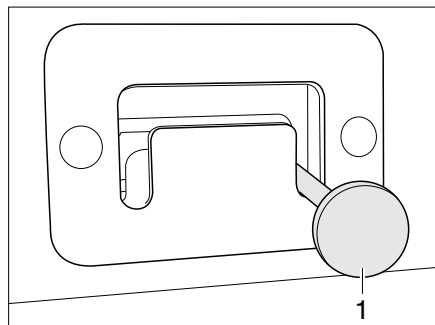

Bild 92 Sicherungsgurt
- Sicherungsgurt (Bild 92) lösen.
- Sicherungsgurt (Bild 92) anbringen.